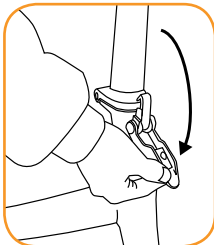
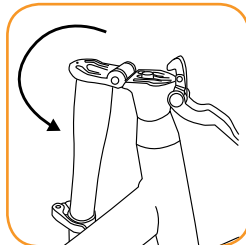

fig. 5.3
fig. 5.4
4. Ontgrendel de klem in de stuurbuis (fig. 5.3 - fig. 5.4) en vouw het stuur voor het zadel langs tot deze tegen de rechter zijkant van de fiets steunt. (Let op dat de kabels niet achter het zadel blijven hangen).